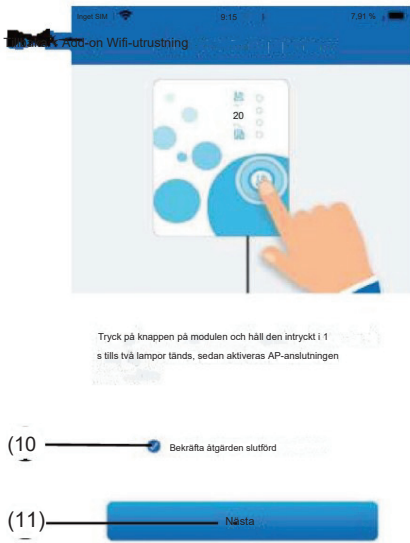
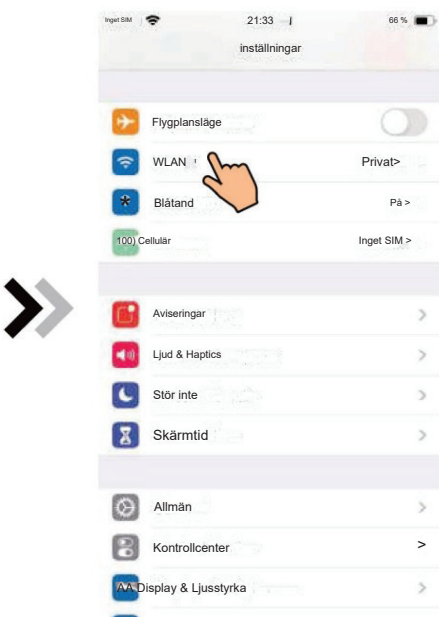
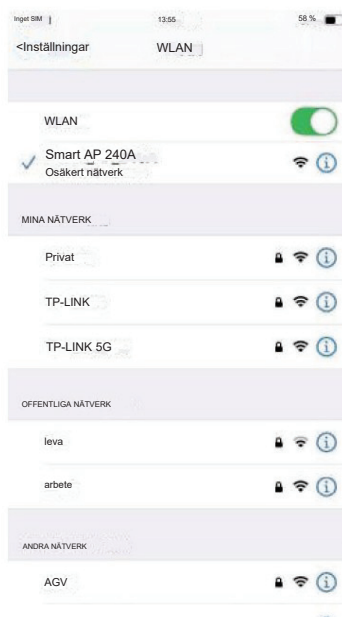

Fig.7 WiFi-modul på gränssnitt
Fig.10 Inställningsgränssnitt
Fig.11 Gränssnitt för WiFi-inställning
1. Följ instruktionerna på sidan (Fig. 7), tryck på knappen på modulen och håll ned i 1 s tills två lampor tänds, sedan aktiveras AP-anslutningen, klicka på 10 för att bekräfta, klicka för att vända sidan; 2. Klicka på 12 för att ange WiFi-lösenordet för den aktuella anslutningen, klicka på 13 för att bekräfta; 3. Hoppa till systeminställningar, anslut specificerat WiFi, klicka på 14 för att välja "Smart_AP_xxx", klicka på 15 för att popup-fönster (Fig.10), följ instruktionerna och hoppa sedan till WiFi-inställningsgränssnittet (Fig.11);